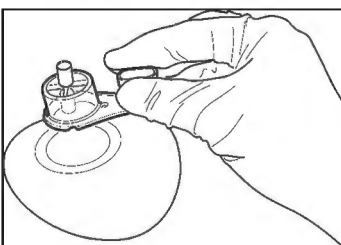

Figura 3
3. Tenendo l'ELD come indicato nella figura 3, posizionare la base del supporto dell'ELD sul tessuto della paziente, sopra l'espansore tissutale impiantato.